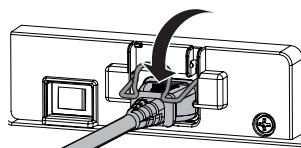

Fig.3
- Abaissez le support de cordon d'alimentation. (Fig. 3)